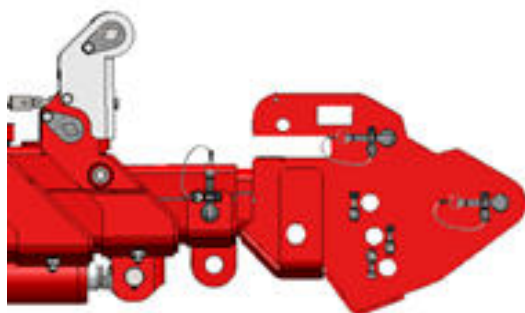

Figure 4.13 Fixation de l'élément mobile dans la flèche
2. Fixez l'élément mobile dans la flèche et verrouillez-le à l'aide de la goupille et du clip de fixation (voir *Figure 4.13*).